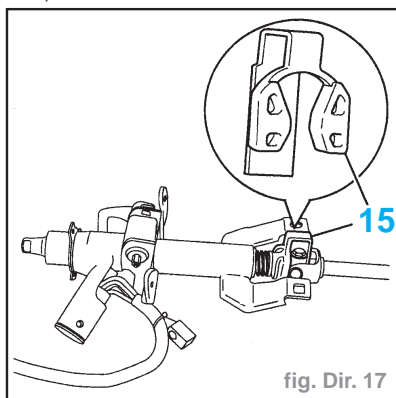

fig. Dir. 17
Attention : Les colonnes de direction sont livrées avec une cale antibrisure (15) pour protéger le cardan pendant les opérations de manutention (fig. Dir. 17).